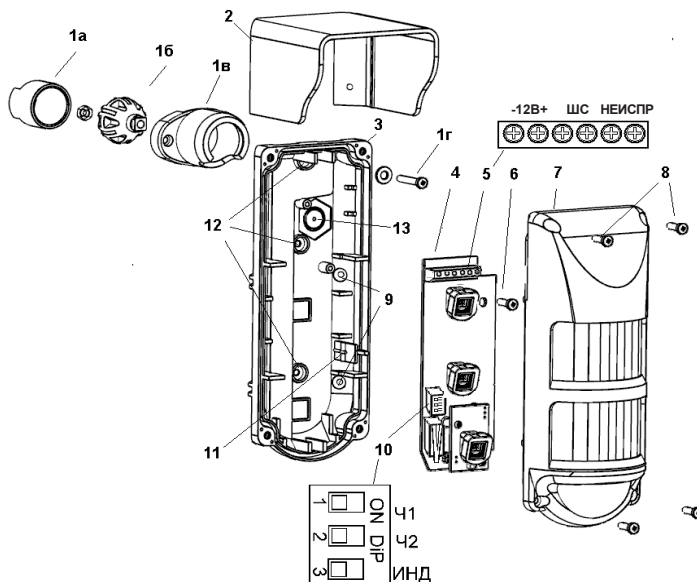

Рисунок 1 – Конструкция извещателя
5.1 Извещатель (рисунок 1) состоит из основания (3), печатной платы (4) и крышки (7). В комплект поставки входят кронштейн (1) и козырек (2) для защиты от осадков. Крышка крепится к основанию четырьмя винтами (8) с использованием герметизирующей прокладки. Печатная плата фиксируется на основании защелкой (11) и винтом (6). Перед установкой извещателя крышку и печатную плату следует отделить от основания.
7.1 После завершения установки и монтажа установить переключатели Ч1, Ч2, ИНД (10) в положение ON (см. рисунок 1), установить на место крышку корпуса и провести пробное включение извещателя.
Выбор чувствительности извещателя выполняется переключателями Ч1 – Ч2 в блоке dip переключателей (10). См. рисунок 1.